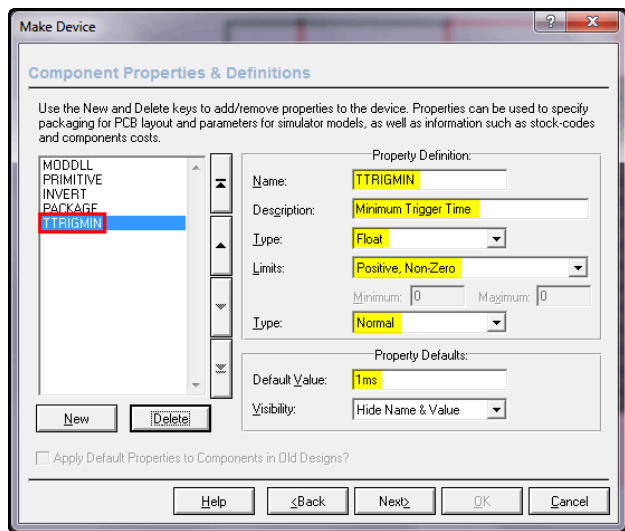

Рис. 95
**TTRIGMIN** – В стандартных нет, добавляется через **Blank Item**. В графе **Description** – **Minimum Trigger Time** (русскоязычные пользователи могут вписать – **Время переключения**), первый **Type** – **Float**, выбрать ограничения **Limits** – **Positive, Non-Zero**, второй **Type** – **Normal**, **Default Value** – **1ms** (Рис. 95).